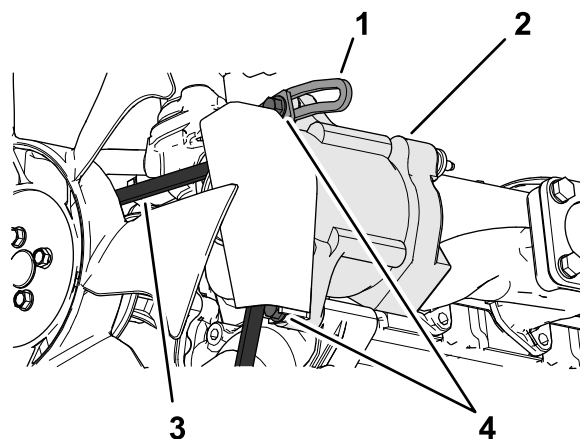

Рисунок 89
3. Ослабьте болт в оси поворота генератора; ослабьте болт крепления генератора к скобе с пазом (**Рисунок 89**).